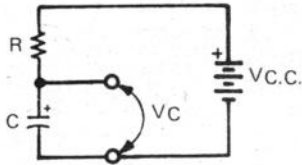

Fig. 5 - Simples circuito de carga de um capacitor.
- Vamos, então, recordar a "velha" eletricidade: vejam aqui, na Fig. 5, o consagrado circuito de carga de um capacitor através de um resistor e uma fonte de tensão constante. Sabemos que VC cresce de forma exponencial mas... obedecendo a que expressão? Alguém se lembra?
- Nada disso! Eu estava distraído, tentando deduzir a expressão pedida! Olha, a equação, segundo a Fig. 5, é a seguinte: